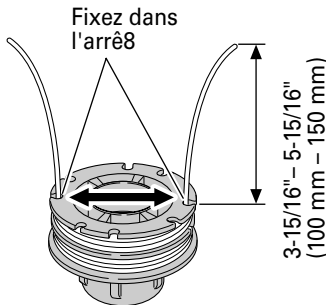

Fig. 26
- (5) Laissez de 3-15/16" - 5-15/16" (100 mm - 150 mm) de fil de nylon déroulé, puis accrochez et fixez le fil dans l'arrêt. (Fig. 26)